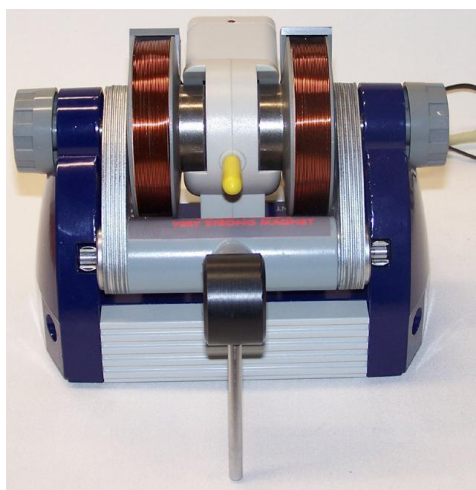

Fig. 2: Unidad base con muestra de glicerina insertada
- Introduzca la muestra de glicerina (capuchón amarillo) en el alojamiento de muestras (véase Fig. 2)